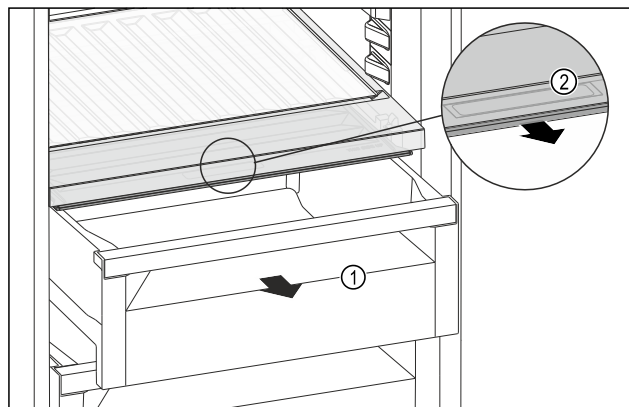

Fig. 192
- ▶ Извлеките выдвижной ящик *Fig. 192 (1)*.
- ▶ Возьмитесь за утепленную ручку *Fig. 192 (2)* на крышке отделения и одновременно потяните крышку отделения вперед.